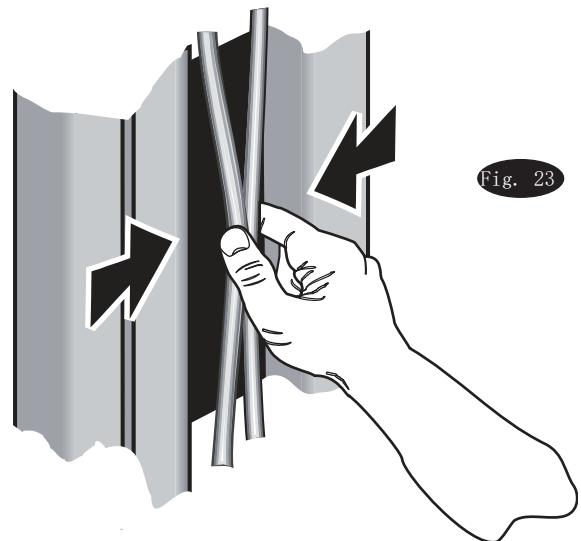

Fig. 23
22. 平衡钢丝绳调整：上升举升机，检查平衡钢丝绳松紧。在滑台下，伸出大拇指和食指捏住两根钢丝绳，理想状态应该为用约15磅力刚好能将两钢丝绳捏在一起。Fig. 23。如果没达到要求，请调节滑台上部的钢丝绳螺母。Fig. 12。